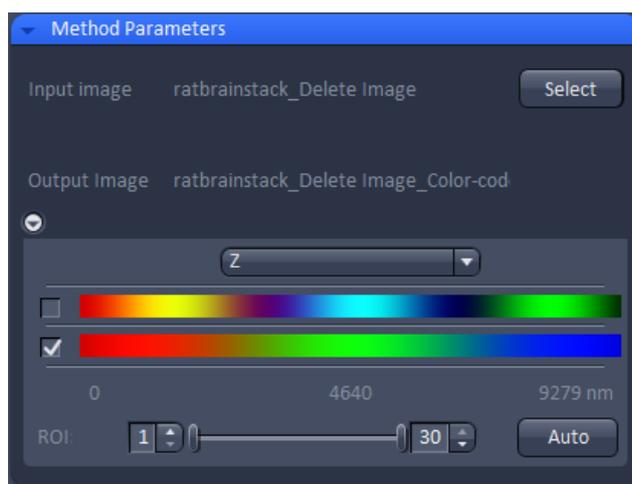

Fig 85 彩色编码投影参数设置
- 在图像选择界面中点击Select按钮，导入当前图像窗口中打开的图像，其文件名自动出现在Input image右侧 (Fig. 85)。